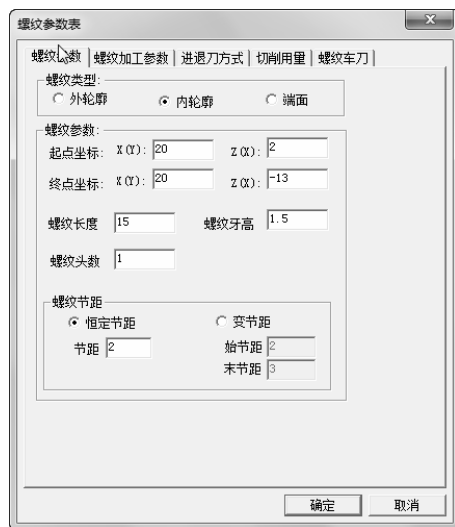

图 6-94 螺纹参数设定
1) 单击“螺纹参数”选项卡，前面拾取点的坐标同时显示在螺纹参数表中。如图 6-94 所示。设置具体参数如下：螺纹类型：内轮廓；螺纹参数：起点坐标 (X: 20, Z: 2)，终点坐标 (X: 20, Z: -13)；螺纹长度：15；螺纹牙高：1.5；螺纹头数：1；螺纹节距：恒定节距，节距：2。